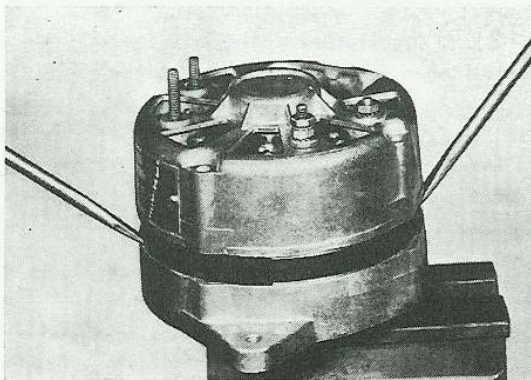

Bild 27. Isärtagning av generator
6. Demontera rotorn och främre lagerskölden med hjälp av två skruvmejslar, som sticks in i två uttag mellan statorn och främre lagerskölden, bild 27.